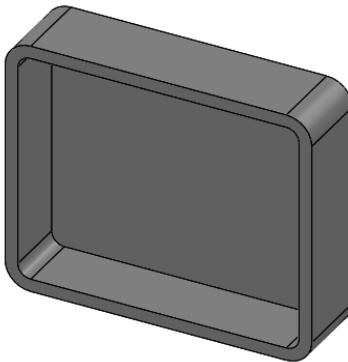

图 5-103 零件实体模型
- [1] 打开初始文件“Z5L16.prt”，零件实体模型如图 5-103 所示。